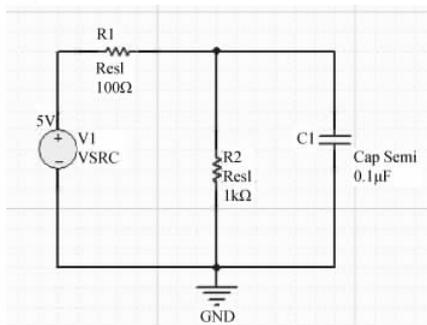

图 3-8 修改完所有的参数
③ 单击 OK 按钮,关闭该界面。如图 3-8 所示,修改剩下的电路元器件参数,以满足仿真条件。